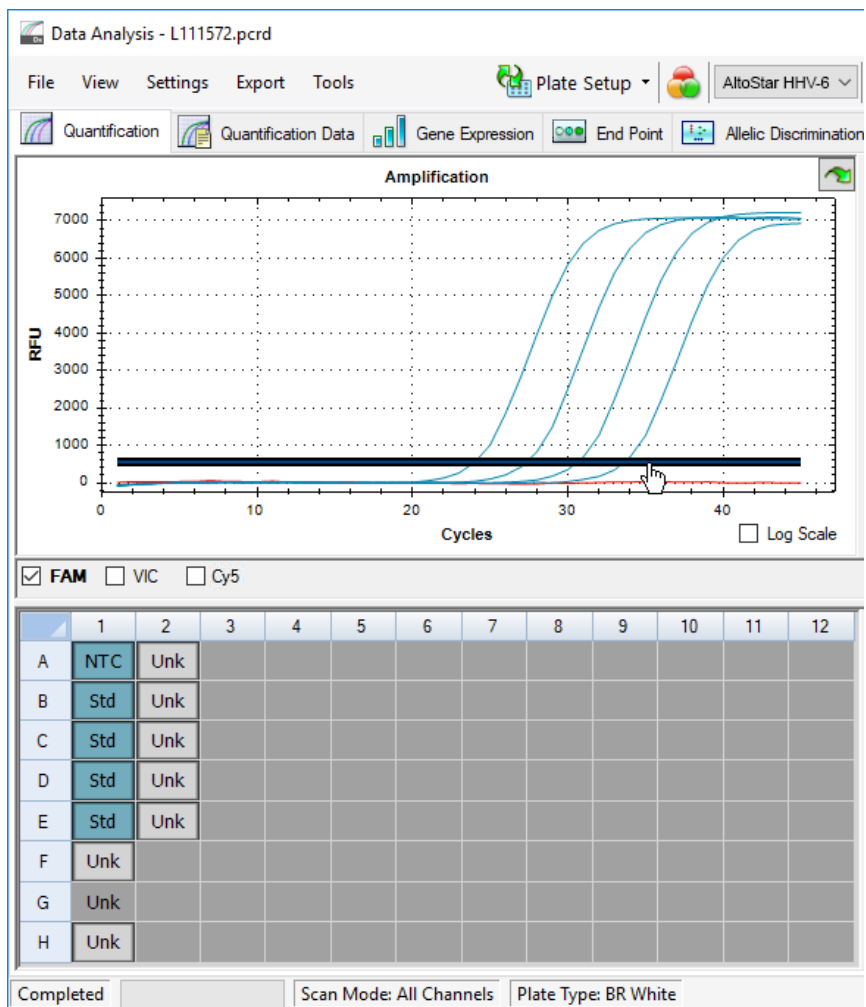

Figura 10: Janela Data Analysis (Análise de Dados): definição do limiar FAM™
5. Do lado esquerdo da janela Data Analysis (Análise de Dados), anule a seleção da caixa de verificação **VIC** e assinale a caixa de verificação **FAM** para o canal de deteção do alvo de HHV-6A (consulte a figura 10).
6. Selecione apenas os poços que contêm NTC e os QS na vista da placa da janela Data Analysis (Análise de Dados) (consulte a figura 10).
7. Arraste o limiar bem acima do sinal de NTC para a área exponencial dos sinais QS (consulte a figura 10).
8. Para o canal de detecção do alvo de HHV-6B, anule a seleção da caixa de verificação **FAM** do lado esquerdo da janela Data Analysis (Análise de Dados) e assinale a caixa de verificação **Cy5** e repita os passos 6 e 7 (consulte a figura 10).